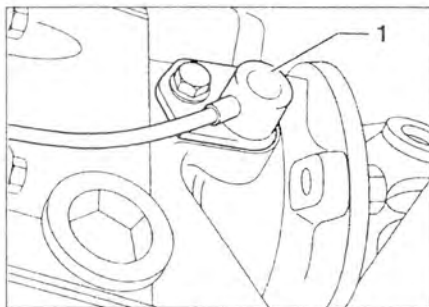

Рис. 3.11. Снимите датчик скорости 1.
29. Снимите датчик скорости 1 (рис. 3.11).